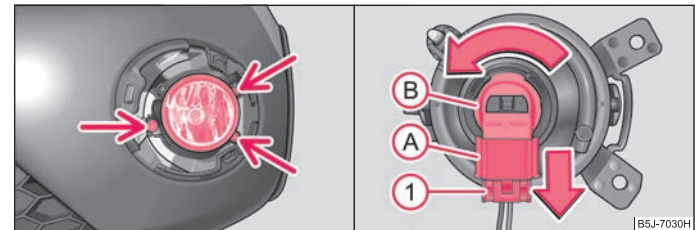

Abb. 173 Vorderer Stoßfänger: Nebelscheinwerfer / Lampenwechsel
- Drehen Sie mit Hilfe des Schraubendrehers*, der Bestandteil des Bordwerkzeugs¹⁶⁾ ist, die Schrauben heraus ⇒ Abb. 173 - links.
- Drücken Sie die Sicherung **(1)** ⇒ Seite 209, Abb. 173 des Steckers **(A)** und nehmen Sie den Stecker aus der Fassung **(B)** heraus.